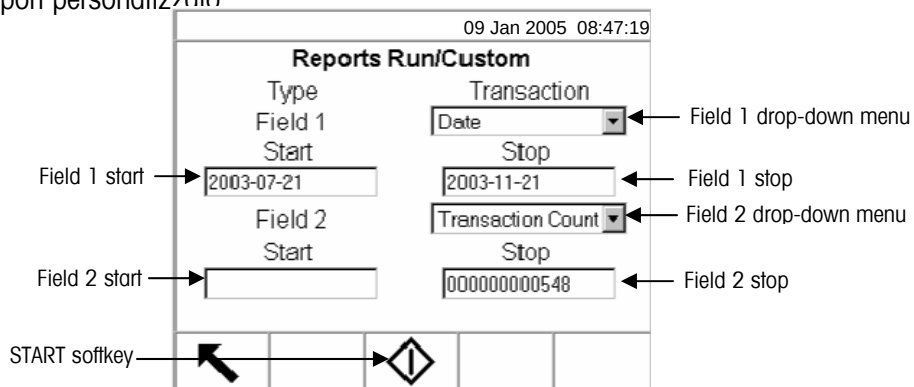

Figura 2-19: Esempio di schermata di configurazione di report personalizzato
7. Premere il soffkey CUSTOM REPORT (REPORT PERSONALIZZATO) per limitare i record inclusi nei campi dei report ed eseguire un report personalizzato. Vedere la figura 2-19 per un esempio della schermata di configurazione di report personalizzato